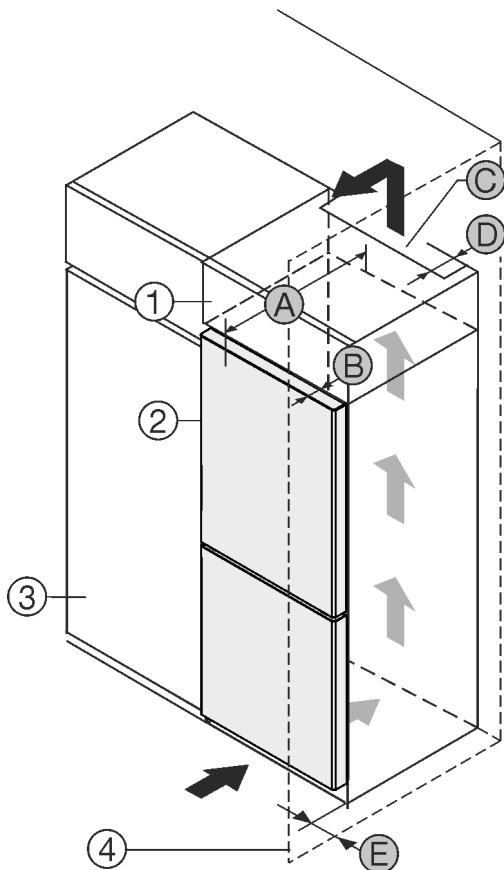

Fig. 1
- (1) Aufsatzschrank\*
- (2) Gerät\*
- (3) Küchenschrank\*
- (4) Wand\*
- (A) Gerätetiefe\*
- (B) Türtiefe\*
- (C) Belüftungsquerschnitt\*
- (D) Abstand Geräterückseite\*
- (E) Abstand zur Geräteseite\*
Sie können das Gerät direkt neben dem Küchenschrank Fig. 1 (3) aufstellen.\*
An der Rückseite des Aufsatzschrankes muss ein Abluftschacht mit der Tiefe Fig. 1 (D) über die gesamte Aufsatzschrankbreite vorhanden sein.\*
Unter der Raumdecke muss der Entlüftungsquerschnitt Fig. 1 (C) eingehalten werden.\*
Wenn Sie das Gerät mit den Scharnieren neben einer Wand Fig. 1 (4) aufstellen, dann muss der Abstand zwischen Gerät und Wand mindestens 13 mm betragen.\*
Wenn Sie das Gerät mit den Scharnieren neben einer Wand Fig. 1 (4) aufstellen, dann muss der Abstand zwischen Gerät und Wand mindestens 20 mm betragen.\*
Damit Sie die Tür vollständig öffnen können, muss das Gerät um die Türtiefe Fig. 1 (B) gegenüber der Küchenschrankfront vorstehen. Abhängig von der Tiefe der Küchenschränke Fig. 1 (3) und Verwendung von Wandabstandshaltern kann das Gerät weiter herausragen.\*